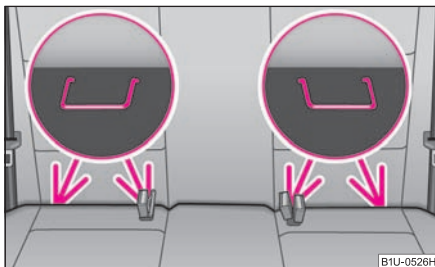

Fig. 132 Argollas de sujeción (sistema ISOFIX)
- Introduzca los conos receptores en las argollas de sujeción entre el respaldo y la banqueta ⇒ fig. 132.